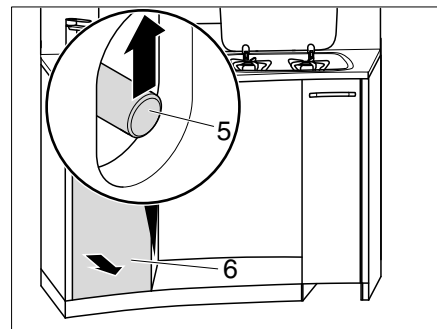

Bild 129 Låsa upp hög kökslåda
■ Ta tag genom öppningen och skjut skjutstängen (Bild 129,5) uppåt.